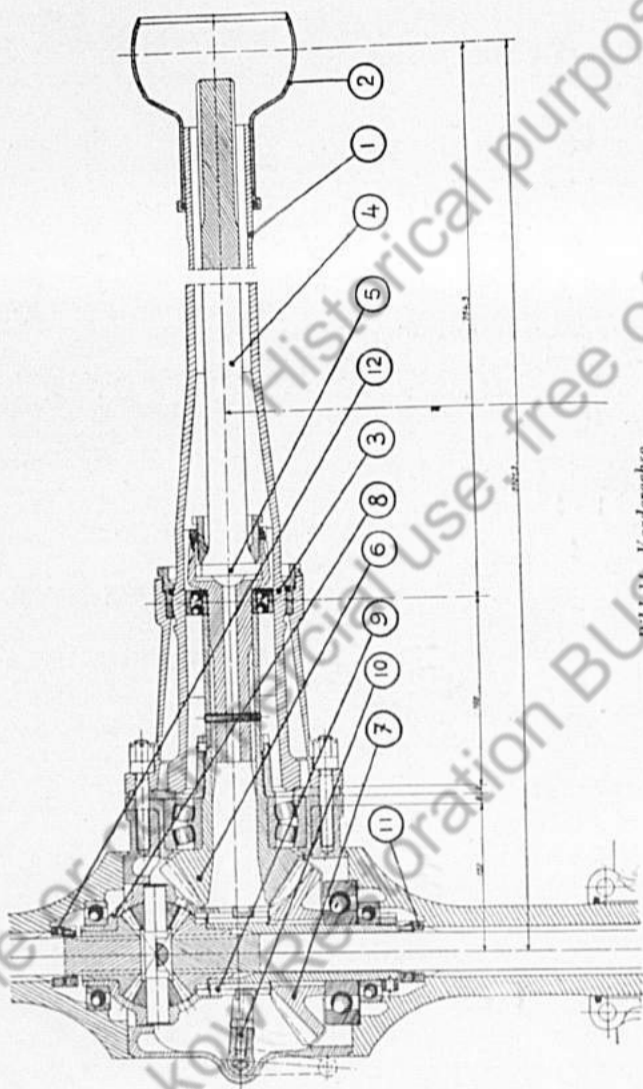

Bild 14. Vorderachse.
4. Vorder- und Hinterachsbücke (Bild 14).